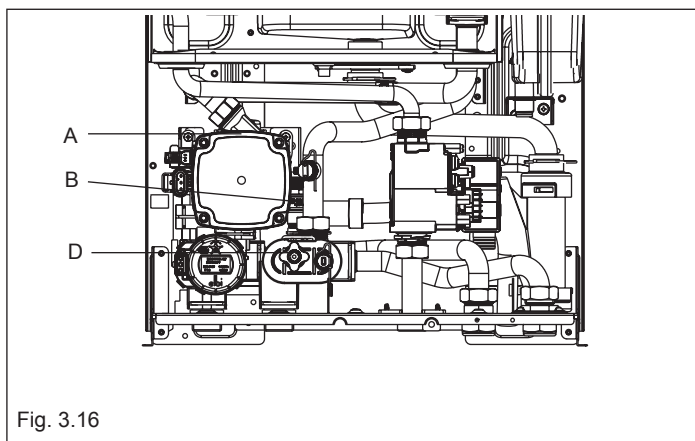

Fig. 3.16
Questa operazione deve essere eseguita ad impianto freddo effettuando le seguenti operazioni (fig. 3.16):
- aprire di due o tre giri il tappo della valvola inferiore (A) di sfogo aria automatica, per permettere un continuo sfogo dell'aria e lasciarlo aperto (fig. 3.16)